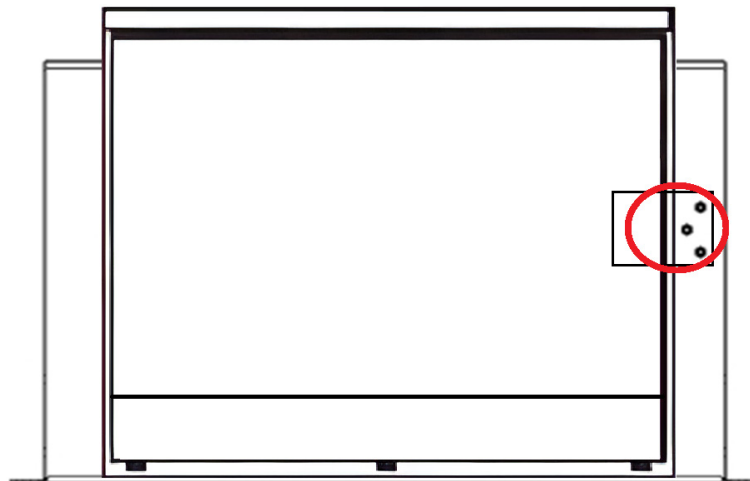

Рисунок 5.5 – Монтаж. Тип А
6. Установите крышку видеорегистратора и закрепите крепежную пластину из комплекта поставки кронштейна (Рисунок 5.5).